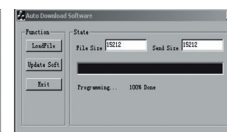

Figure 6
- Po wykonaniu aktualizacji (rys. 6), uruchomić ponownie tester